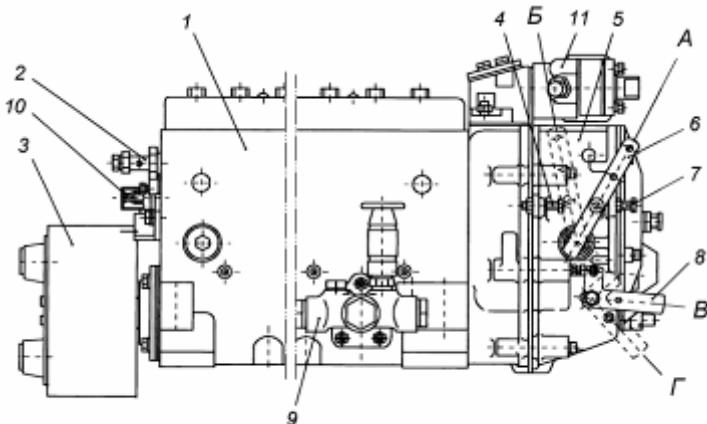
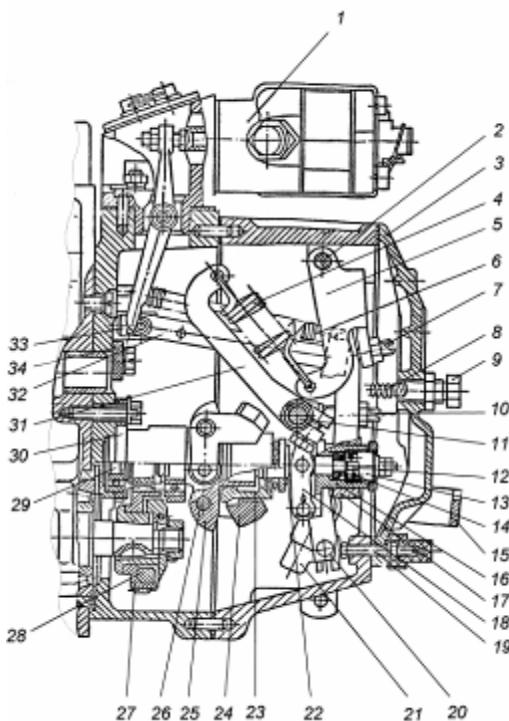

Рис. 20. Топливный насос высокого давления модели 173:
Рис. 22. Регулятор частоты вращения:
Топливный насос в сборе показан на рис. 20. С топливным насосом высокого давления в одном агрегате объединены регулятор частоты вращения 5, топливоподкачивающий насос 9 и демпферная муфта 3.
Связь секций с регулятором частоты вращения осуществляется через рейку. Рейка топливного насоса перемещается в направляющих втулках, запрессованных в корпусе насоса. На выступающем из насоса конце рейки имеется болт 10 (рис. 20), которым она упирается в защитный колпачок при положении рейки перед пуском двигателя. При вывертывании болта из рейки пусковая подача уменьшается.
Регулятор частоты вращения 5 (рис. 20) механический всережимный прямого действия с повышающей передачей на привод грузов, предназначен для поддержания заданного водителем скоростного режима работы двигателя путем автоматического изменения количества подаваемого топлива в зависимости от изменения нагрузки на двигатель. Кроме того, регулятор ограничивает максимальную частоту вращения двигателя и обеспечивает работу двигателя в режиме холостого хода. Регулятор имеет устройство для выключения подачи топлива в любой момент независимо от режима работы двигателя. Автоматически поддерживая скоростной режим при изменяющихся нагрузках, регулятор обеспечивает экономичную работу двигателя. Устройство регулятора частоты вращения показано на рис. 22.
На валик напрессована державка грузов 25 (рис. 22), на осях 26 которой находятся грузы 24. Грузы своими роликами упираются в торец муфты 23, которая через упорный подшипник
Муфта 23 с упорной пятой 22 в сборе одним концом опирается на направляющую поверхность державки, а за второй конец подвешена на рычаге 18 отрицательного корректора, закрепленном на втулке 16 отрицательного корректора. Пята муфты грузов связана через узел отрицательного корректора с рычагом рейки 20 и через тягу 32 с рейкой топливного насоса. К верхней части рычага рейки присоединена пружина 6 рычага рейки, удерживающая рейку насоса в положении, соответствующем максимальной подаче, что обеспечивает увеличенную подачу топлива при пуске двигателя. В нижнюю часть рычага рейки запрессован палец, который входит в отверстие ползуна кулисы 21. Вал 11 рычага регулятора жестко связан с рычагом управления 6 (рис. 20) и рычагом пружины 31 (рис. 22). Перемещение рычага управления регулятором ограничивается двумя болтами 4 и 7 (рис. 20). За рычаг пружины 31 (коротким зацепом) (рис. 22) и двуплечий рычаг 5 (длинным зацепом) зацеплена пружина регулятора 4, усилие которой передается с двуплечего рычага на рычаг регулятора через винт - 7 двуплечего рычага. В рычаг регулятора ввернут регулировочный болт 10, который упирается в вал рычага пружины и служит для регулировки номинальной подачи топлива. В нижней части рычага регулятора расположено корректирующее устройство (12,13,14,16,18) с отрицательным корректором, предназначенного для формирования внешней скоростной характеристики ТНВД и крутящего момента двигателя. Рычаг регулятора снабжен боковой накладкой, удерживающей втулку 16 обратного корректора и упорную пяту 22 от проворота. Кроме того, хвостовик болта крепления боковой накладки, входя в боковой продольный паз втулки предохраняет ее от выпадания из расточки рычага. Упор 34, закрепленный на корпусе регулятора, не позволяет рычагу пружины 31 опасно приближаться к врачающимся грузам. Для полного выключения подачи топлива служит механизм останова, состоящий из кулисы 21, скобы 15 и возвратной пружины. Во время работы кулиса прижата усилием возвратной пружины к регулировочному винту 19.
- 1 Минимальная частота вращения холостого хода регулируется болтом 7 (рис. 20) и корпусом буферной пружины 9 (рис. 22);
- 2 Максимальная частота вращения холостого хода (начало выброса рейки) регулируется болтом 4 (рис. 20).
- 3 Номинальная мощность (подача) регулируется болтом 10, подрегулируется винтом 19 (рис. 22).
- 4 Предварительное натяжение пружины (разность оборотов конца и начала выброса рейки) регулируется винтом 7 (рис. 22).
- 5 Подача топлива при  $500 \text{ мин}^{-1}$  регулируется гайкой обратного корректора 12 (рис. 22):
- 6 Предварительное натяжение пружины обратного корректора (обороты начала срабатывания корректора) регулируется корпусом корректора 13 (рис. 22).